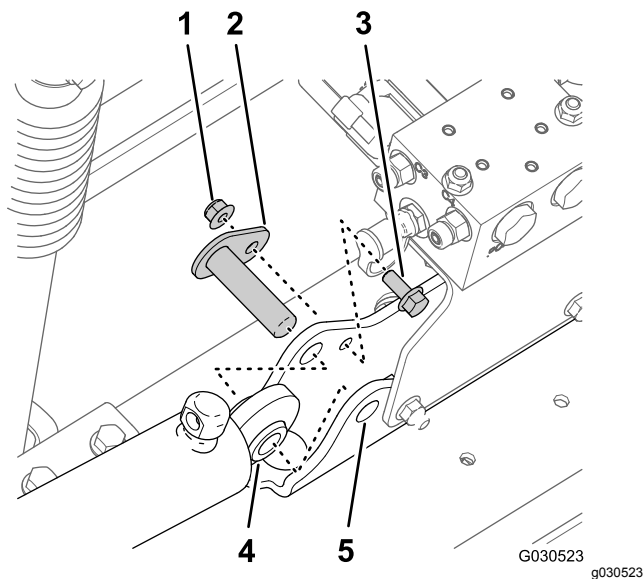

图 41
3. 拧下将枢轴销固定至油缸安装座的凸缘锁紧螺母5/16英寸和凸缘头螺栓5/16 x 3/4英寸图 41。
4. 从机器中取出枢轴销和提升油缸图 41。